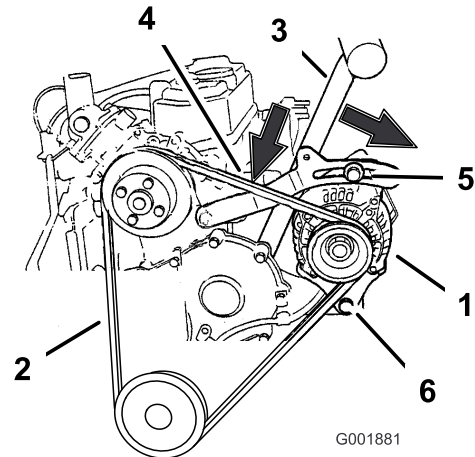

Bild 67
5. Lösen Sie die beiden Befestigungsschrauben der Lichtmaschine (Bild 67).
6. Nehmen Sie den Riemen von den Scheiben und der Lichtmaschine ab (Bild 67).
7. Montieren Sie einen neuen Riemen um die Spannscheiben und die Lichtmaschine (Bild 67).
1. Legen Sie einen Griff zwischen die Lichtmaschine und den Zylinderblock (Bild 67).
2. Richten Sie die Lichtmaschine nach außen so aus, dass der Riemen zwischen Motor und Lichtmaschine 10 bis 13 mm durchhängt (Bild 67).
5. Wenn die Riemenspannung korrekt ist, ziehen Sie die obere Schraube auf 19 Nm und die untere Schraube auf 61 Nm fest (Bild 67).